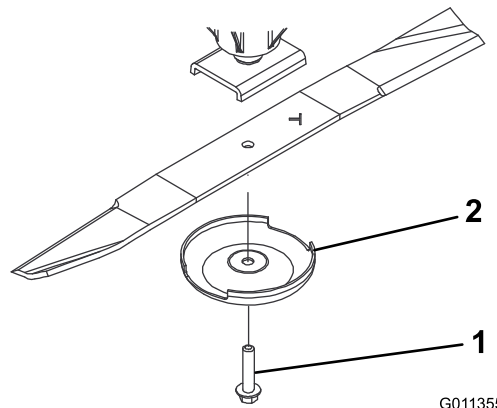

Figura 102
3. Togliete il bullone, la coppa antistrappo e la lama dall'asse del mandrino (Figura 102).